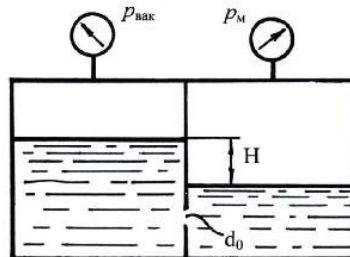

Рисунок 5 - Данные для решения задачи раздела 7
**Задача.** Определить направление истечения жидкости с плотностью  $\rho$  (рисунок 5) через отверстие  $d_0$  и расход, если разность уровней  $H$ , показание вакуумметра соответствует  $p_{\text{вак}}$ , показание манометра  $p_m$ , коэффициент расхода  $\mu$ . Данные для расчёта приведены в таблице 7.